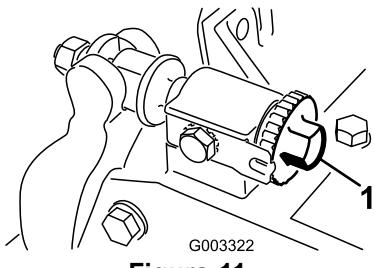

Figura 11
1. Collocate l'apparato di taglio su una superficie piana e orizzontale. Girate in senso antiorario le viti di regolazione della barra di appoggio per accertarvi che la barra di appoggio non tocchi il cilindro (Figura 11).
Importante: Accertatevi che i dadi sull'estremità posteriore delle viti di regolazione della barra di appoggio non poggiino sul piano di lavoro (Figura 11).